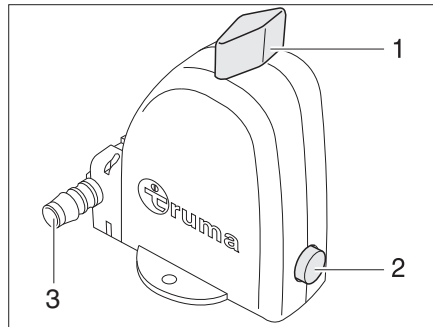

Fig. 230 Válvula de seguridad/purga de la caldera - Posición de funcionamiento
La caldera está equipada con una válvula de seguridad/purga (Fig. 230). La válvula de seguridad/purga evita que el agua de la caldera se congele cuando no esté conectada la calefacción en caso de helada.
- ▷ El tubo de vaciado (Fig. 230,3) de la válvula de seguridad/purga debe estar siempre exento de ensuciamientos (p.ej. follaje, hielo).
- Compruebe si el interruptor giratorio (Fig. 230,1) está en la posición de "Funcionamiento" y engatillado.
- Accione el pulsador (Fig. 230,2), la válvula de purga se cierra.